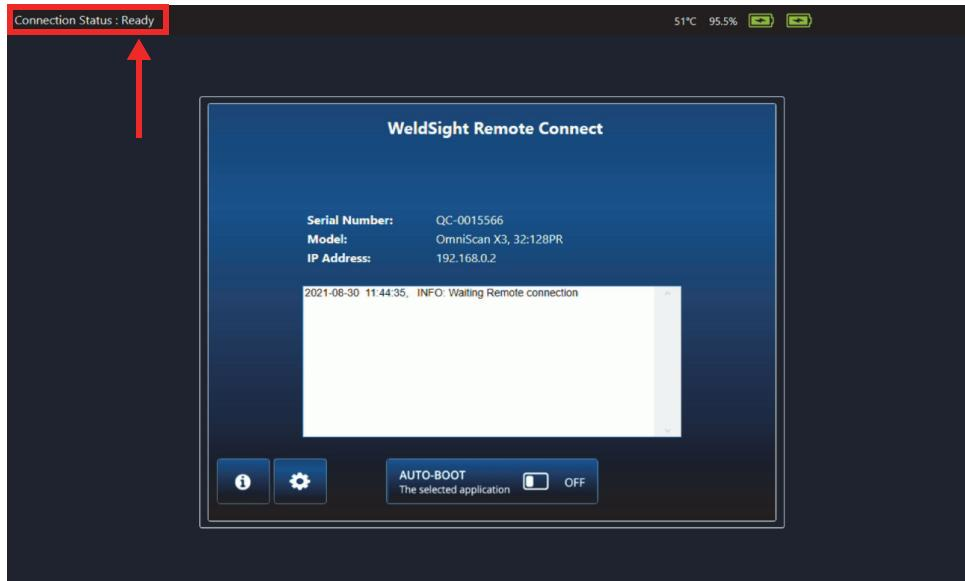

図 7-5 接続状態 - Ready
5. WeldSight Remote Connect のステータスは、OmniScan X3 がコンピュータとの有効な接続を検出すると、Not Ready から Ready になります（76 ページの図 7-5）。